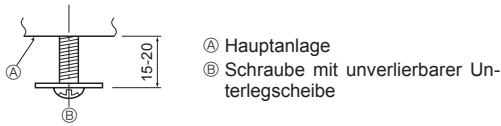

Fig. 6-5
6.4.1. Vorbereitungen (Fig. 6-5)
- Wie in der 2 Abbildung dargestellt, die beiden mitgelieferten Schrauben mit Unterlegscheiben ② in der Hauptanlage (im Bereich des Eckabflußrohres und auf der gegenüberliegenden Ecke) installieren.